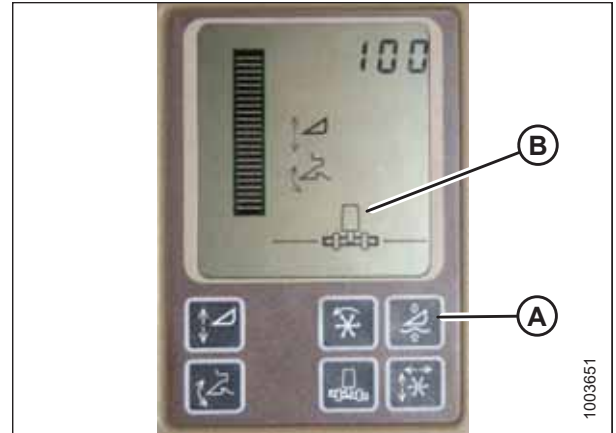

Abbildung 3.400: Display auf John Deere Mähreschern
Die aktive Schneidwerk-Floatfunktion (A) und die automatische Schneidwerkshöhenregulierung (AHC) dürfen bei MacDon Schneidwerken **NICHT** gleichzeitig aktiviert sein. Die beiden Systeme arbeiten gegeneinander. Unter dem Schneidwerkssymbol (B) auf dem Display sollte **keine** gewellte Linie zu sehen sein. Das Symbol muss mit der Darstellung in der Steueranzeige „Aktives Schneidwerk“ in Abbildung 3.400, Seite 243 identisch sein.